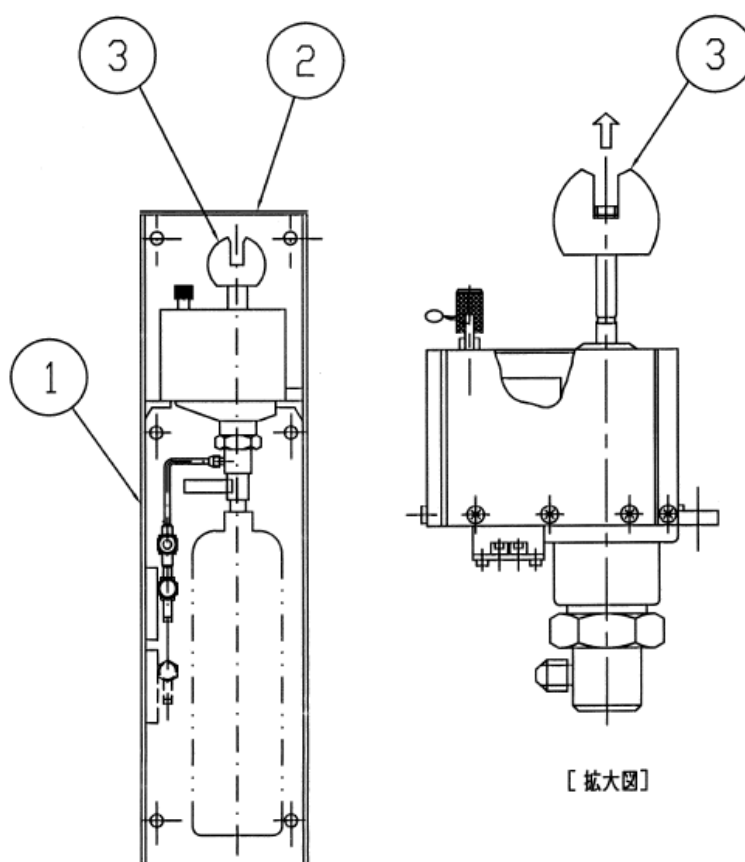

図4. 起動装置格納箱の復旧要領図
- 本装置は、安全のため出荷時に、電磁開放器のリセット用把手（図4の③）を逆さまに取り付け、ニードルが飛び出さないようになっています。設置後は、必ず図4のように把手を付け直してください。逆さまの状態では消火設備が起動しません。
(図4を参照してください。)